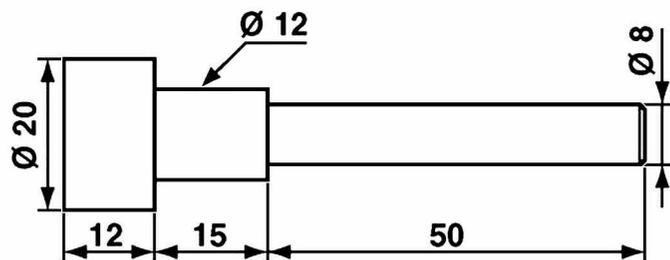
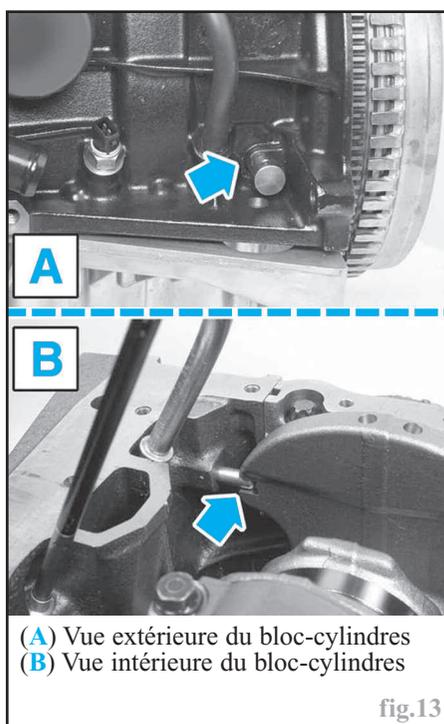

fig.12
fig.13
- Introduire partiellement une pige appropriée (outil **Renault Mot. 1054**, voir cotes de réalisation, fig.12) dans l'orifice du bloc-cylindres.
Nota : s'assurer que le vilebrequin soit bien immobilisé au point de calage par la pige (fig.13).
(1) Repères de la roue dentée d'arbre à cames sur le carter intérieur de distribution
(2) Roue dentée de pompe haute pression
(3) Poulie de pompe à eau
(4) Roue dentée de vilebrequin
(5) Galet tendeur
(6) Vis de réglage de tension (M6 x 1 de longueur 45 mm)
(7) Pion de centrage.
- repère de la roue dentée d'arbre à cames (1) aligné avec celui tracé sur le carter intérieur de distribution,
- vilebrequin pigé (pige voir cotes de réalisation, fig.12) au travers de l'orifice du bloc-cylindres près de tube de jauge à huile (fig.13).